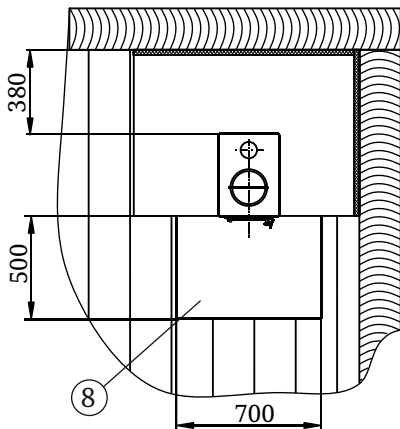

Рисунок 3. Монтаж печи
- пол из горючих и трудногорючих материалов перед дверцей топки — металлическим листом размером 700×500 мм, располагаемым длинной его стороной вдоль печи (рисунок 3);